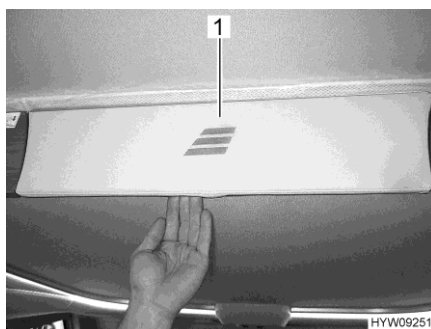

Fig. 96 Panel (cama elevada)
- Tirar del panel (Fig. 96,1) para desbloquear la cama elevada.